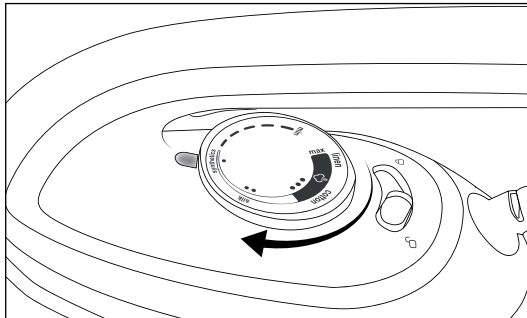

Fig. 7
- 3) Drej termostaten **3**, og indstil den ønskede strygetemperatur (se fig. 7).